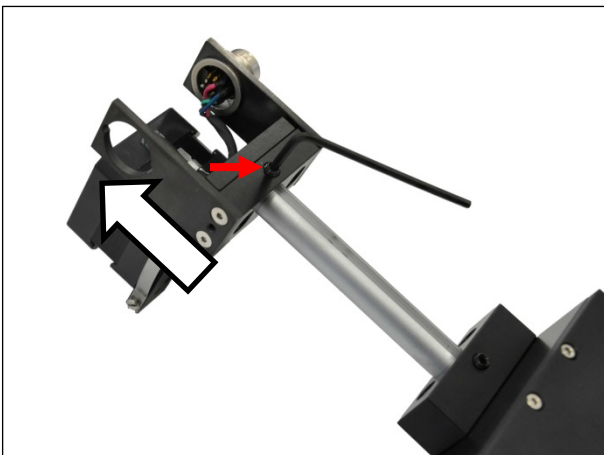

Abb. 3
- Lösen Sie die markierte Klemmschraube an der Unterseite des MFD-2. Verwenden Sie dazu den Innensechskantschlüssel SW 2,5 (6).
- Schieben Sie die Motoreinheit bis zum Anschlag nach hinten, wie in Abb. 3 dargestellt.